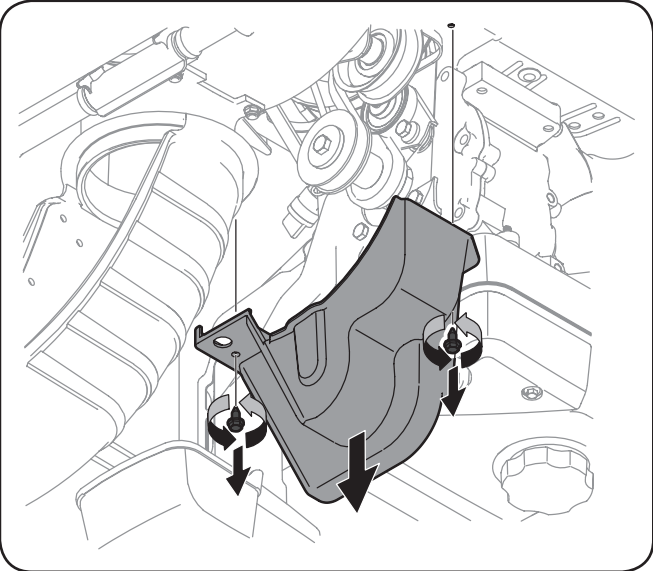

Fig. 7-1
- 2. Retirez le couvre-courroie en plastique sur le devant du moteur en enlevant les deux vis auto-taradeuses. Voir la Fig. 7-1.